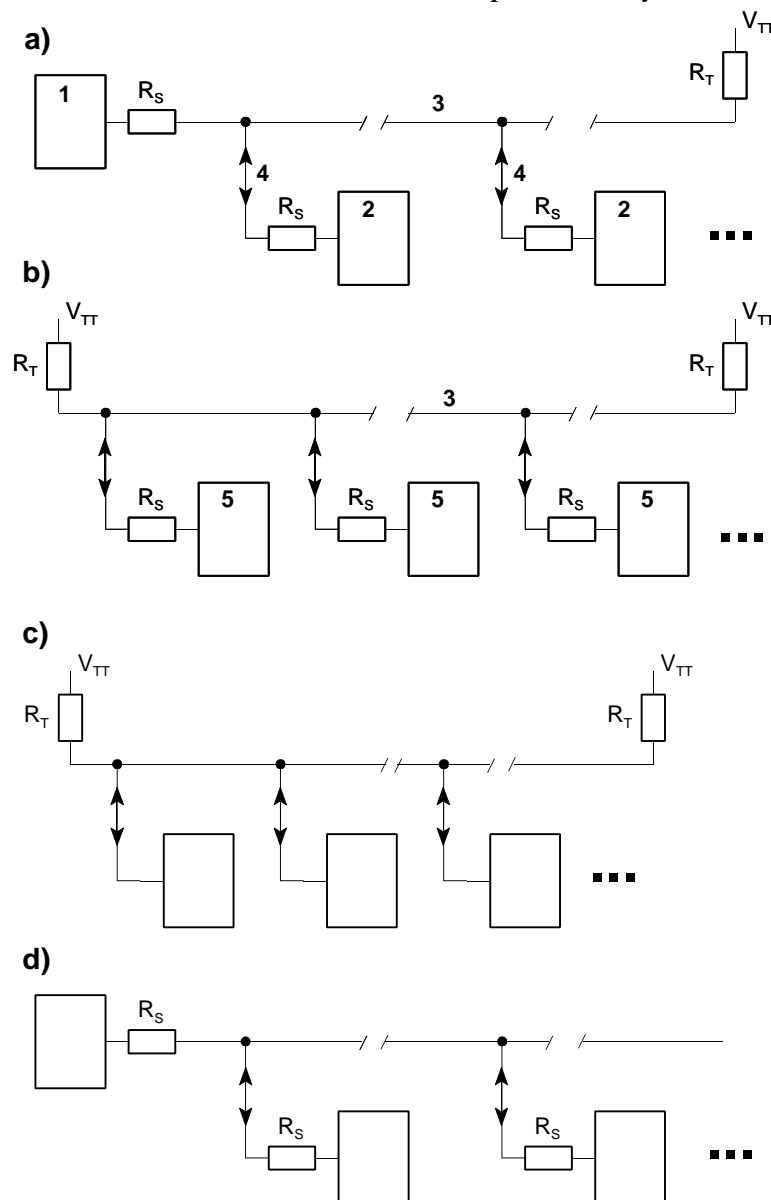

Abbildung 3.15 Typische SSTL-Buskonfigurationen
Erklärung zu Abbildung 3.15:
*) ein dem Empfänger vorgeschalteter Serienwiderstand (vgl. Abbildung 3.15) kann vernachlässigt werden, da der Eingangsstrom nur sehr gering ist (Größenordnung: $1 \dots 30 \mu\text{A}$).